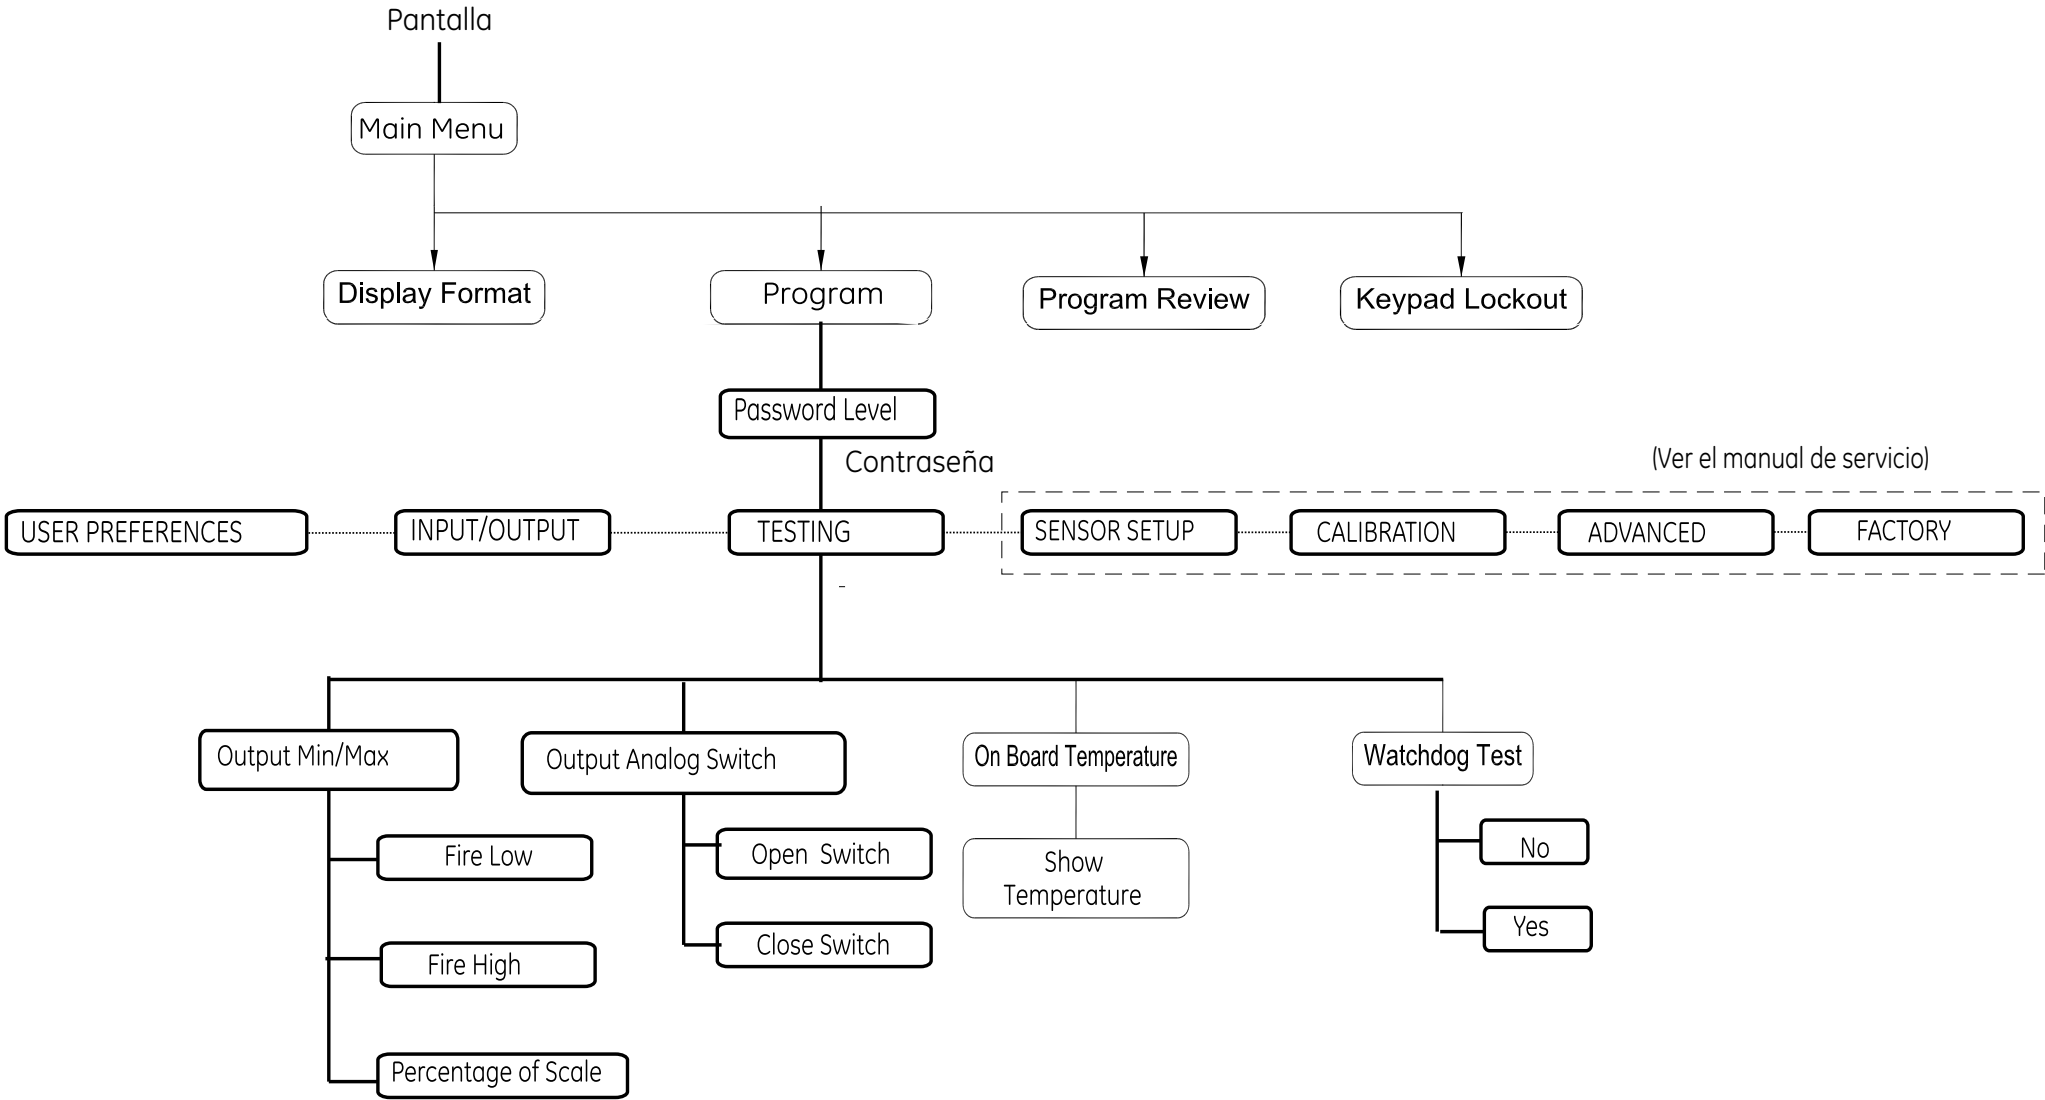

Figura 27: Mapa del menú Testing
- Figura 27, “Mapa del menú Testing,” en la página 83